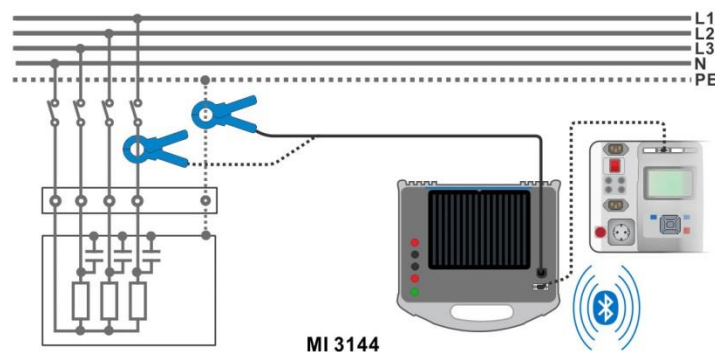

Abbildung 6.101: Stromzangenmessgerät-Messung
- › Umschließen Sie das zu prüfende Objekt mit der Messzange. Siehe **Abbildung 6.101**. Ausführliche Informationen finden Sie in **der Bedienungsanleitung für MI 3144 – Euro Z 800 V**.